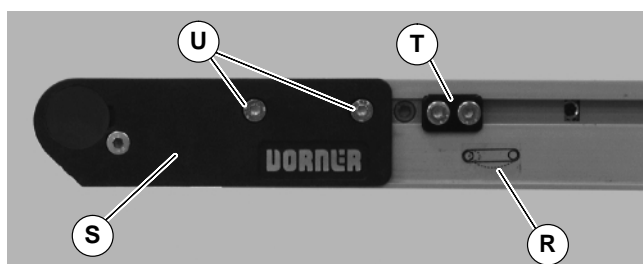

Abbildung 20
6. An den Fingergriffen (AN) die Spannboden öffnen (AO), um die Gurtspannung zu verringern.
7. Am Spannende des Förderbandes, das mit einem  Etikett gekennzeichnet ist (R siehe Abbildung 20), vordere Deckplattengruppe hineindrücken (S): Zu beiden Seiten des Förderbandes die Spurführungsnocken (T) (falls damit ausgestattet) lockern und von den vorderen Platten weg bewegen, dann die Befestigungsschrauben lösen (U), und vordere Plattengruppe nach innen schieben.